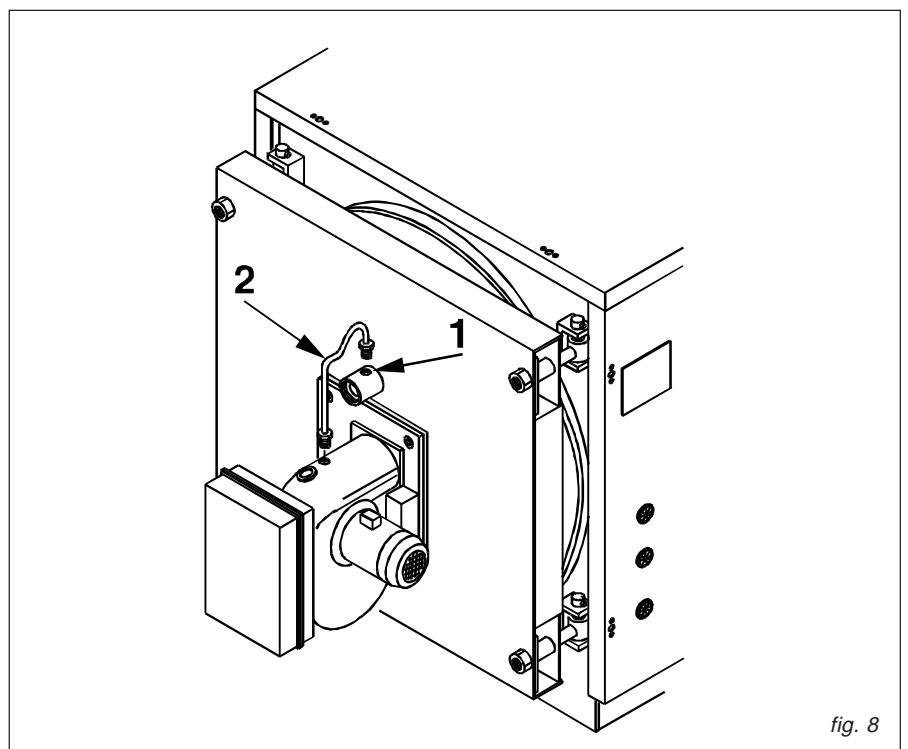

fig. 8
Le viseur de flamme de la porte est muni d'un raccord fileté de 1/8" (pos. 1 - fig.8) sur lequel est montée une prise de pression de 9 mm, pour la mesure de la contre-pression de la chambre de combustion.